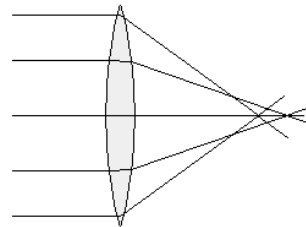
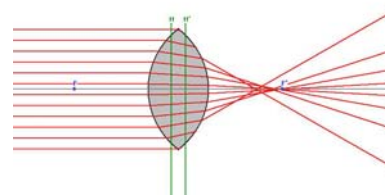

Abbildung 14: Sphärische Aberration
Abbildung 15: Dicke Linse
(1) wird auch als Linsengleichung bezeichnet. Es soll daran erinnert werden, dass die Gleichung nur für dünne Linsen gilt. Bei realen Linsen und erst recht bei Systemen von Linsen, die verwendet werden um Abbildungsfehler (siehe 2.2) zu reduzieren, sind die Zusammenhänge komplizierter (vgl. Abbildung 15 und Abbildung 21).
Außerdem sind reale Linsen nicht beliebig dünn. Schon eine einzelne Linse muss man sich ersetzt denken, durch ein System aus zwei Linsen, um den Strahlengang einigermaßen korrekt ermitteln zu können. Die Lage der Linsen wird durch die beiden Hauptebenen  $H$  und  $H'$ , siehe Abbildung 15 beschrieben. Hier wird nicht weiter darauf eingegangen. Das Ergebnis sieht aber ähnlich wie der Fall von Abbildung 14 aus.
- Brennweite** Auch bei Linsensystemen oder dicken Linsen gibt es eine Brennweite. Hier wird sie als Abstand von der Hauptebene angegeben (siehe Abbildung 15). Typische Werte sind: